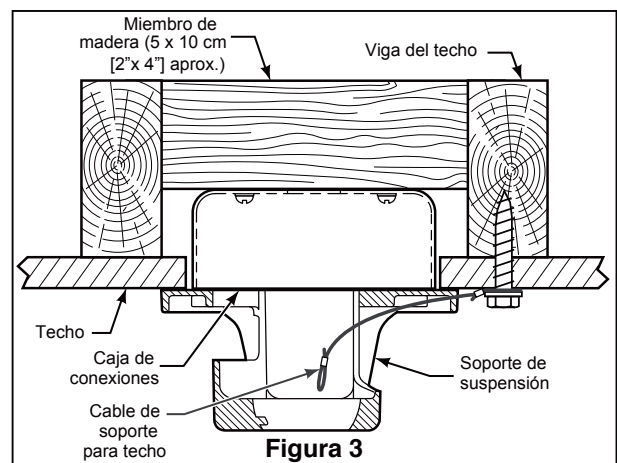

Figura 3
### Uso del soporte (Figura 3)
3. Afloje los dos tornillos de fijación del soporte del barral de soporte para techo a través de la varilla. Introduzca los cables de color negro/blanco, azul, rojo, gris, amarillo cables y cable de seguridad a través de la varilla. (Figura 3)
1. Perfore un orificio de 1/4" en la estructura del edificio para evitar grietas con la instalación del tornillo de intervalo. Utilice el tornillo de intervalo de 3/8"x 2" y la arandela plana para fijar el cable de seguridad a la viga del techo o a la estructura de madera. Dicho tornillo pasará a través de arandela plana, la presilla del cable de seguridad y se fijará en la estructura del edificio. (Figura 3)
**NOTA:** el cable de soporte para techo no se puede asegurar solamente a la caja de conexiones; se debe asegurar directamente a la viga de techo o miembro estructural con el tornillo de cabeza cuadrada de 3/8"x2" y la arandela plana. (Figura 3)
2. Realice las conexiones de cables al bloque del terminal como se muestra en la Figura 3.